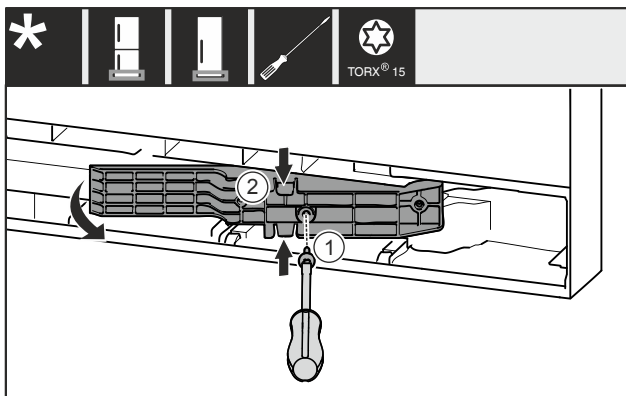

Fig. 20*
- Schraube Fig. 20 (1) entfernen.*
- Adapterstück Fig. 20 (2) oben und unten leicht zusammenrücken und herausziehen.*